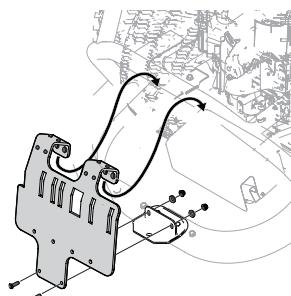

Figure 5
- Accrochez le support de l'adaptateur au tube à cadre supérieur et connectez-le à l'adaptateur du support d'attelage (789-02298) au moyen de deux vis (710-0376), deux rondelles de tasse (736-0242) et de deux contre-écrous d'épaulement (712-04063). Consultez la Figure 5.